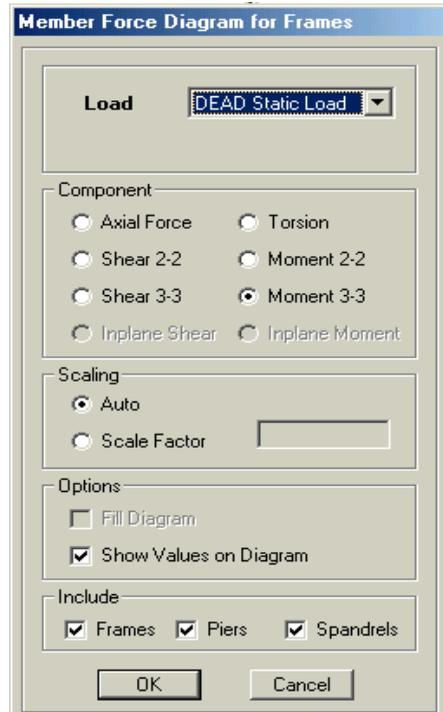

Figura 44 Cuadro Member Force Diagram for
B. Hacer click en el botón **Show Frame/Pier/Spandrel Forces**, , o los comandos **Display menu > Show Member Force/Stresses Diagram > Frame/Pier/Spandrel Forces** para presentar el cuadro Member Force Diagram for Frames mostrado en la figura 44.